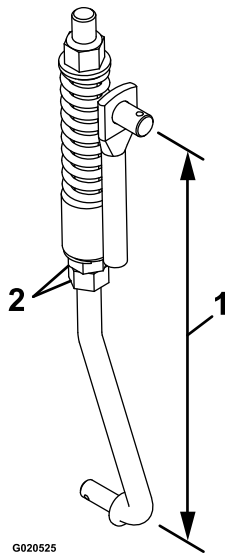

Figure 48
8. Réglez la longueur de la tringlerie à l'aide des 2 écrous situés au bas de l'ensemble ressort vertical (Figure 48).